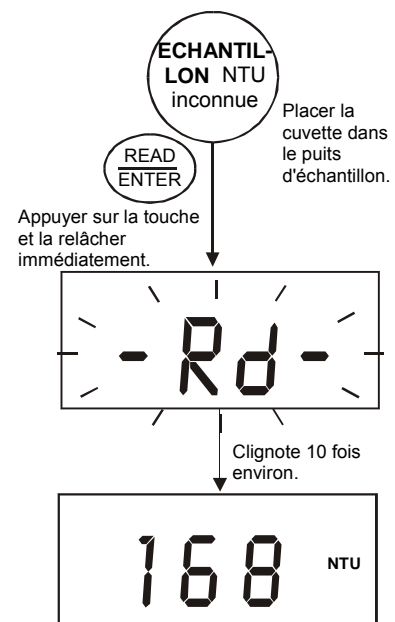

Figure 11 : Mesure ponctuelle
3. Appuyer sur la touche READ/ENTER (mesure/entrée) et relâcher immédiatement (<0,3 seconde). Voir Figure 11.